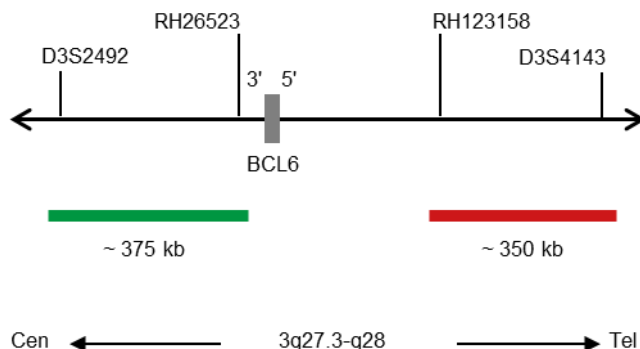

Abb. 1: SPEC BCL6 Sondenlokalisation (nicht maßstabsgetreu)
- Digoxigenin-markierten Polynukleotiden (~0,50 ng/μl), die gegen Sequenzen in 3q27.3* (chr3:187,028,236-187,403,834) gerichtet sind, welche proximal zur BCL6-Bruchpunktregion lokalisiert sind (siehe Abb. 1).
- Dinitrophenyl-markierten Polynukleotiden (~0,75 ng/μl), die gegen Sequenzen in 3q27.3-q28* (chr3:187,744,962-188,097,195) gerichtet sind, welche distal zur BCL6-Bruchpunktregion lokalisiert sind (siehe Abb. 1).